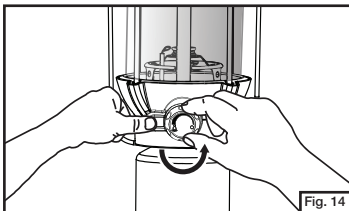

Fig. 14
- Ouvrez la commande. Pressez l'allumeur rouge – une étincelle devrait jaillir entre l'électrode et le support inférieur et enflammer le manchon. (Fig. 14)